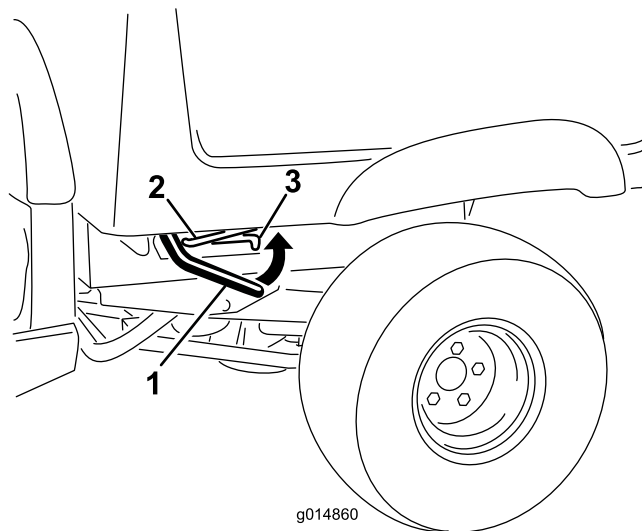

Figura 14
1. Levante la palanca situada en cada lado de la plataforma y eleve la plataforma (Figura 14).
2. Tire de la varilla de sujeción hasta que entre en la muesca, afianzando la plataforma (Figura 14).